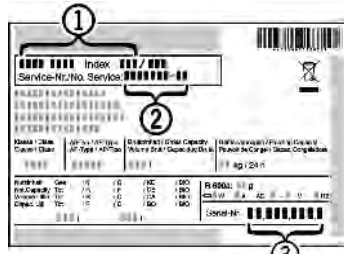

Fig. 6
► Наименование устройства Fig. 6 (1), сервисный № Fig. 6 (2) и серийный № Fig. 6 (3) считайте с заводской таблички. Заводская табличка находится внутри устройства слева.
► Обратитесь в сервисную службу и сообщите вид неисправности, наименование устройства Fig. 6 (1), сервисный № Fig. 6 (2) и серийный № Fig. 6 (3).